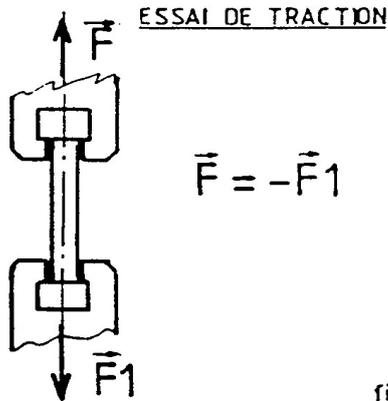

fig 1
• Principe de l'essai : (fig. 1)